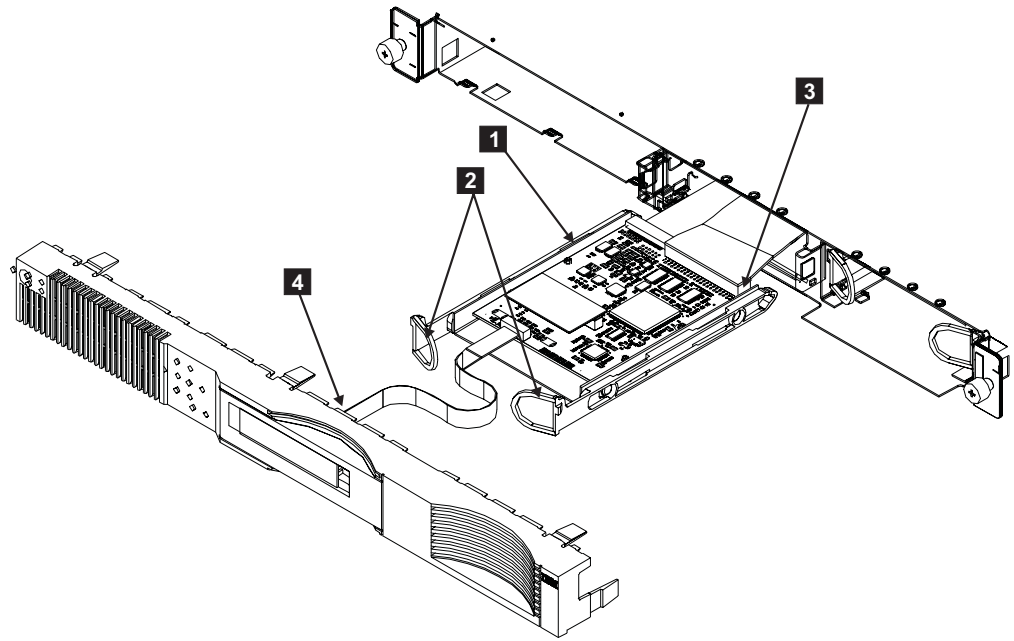

図 78. サービス・コントローラーの取り外し
- 2 つのハンドル **2** を引いてラッチを外します。283 ページの図 78 を参照してください。